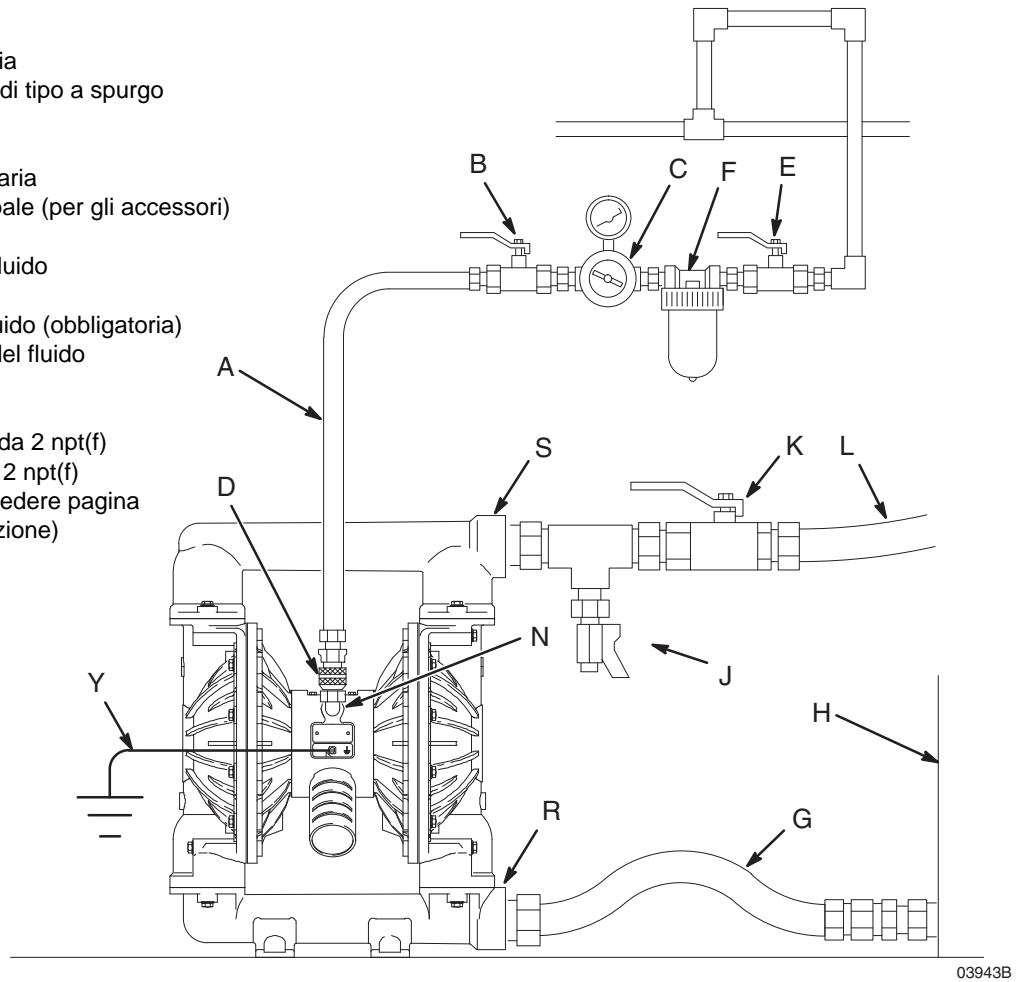

FIG. 2
Il sistema necessita di una valvola di sfiato principale del tipo a spurgo (B) per eliminare l'aria rimasta intrappolata tra la valvola stessa e la pompa. Senza questo accorgimento l'aria intrappolata può avviare accidentalmente la pompa, causando gravi lesioni fisiche, comprese quelle derivanti da spruzzi negli occhi o sulla pelle esposta o contaminazione da fluidi pericolosi. Consultare FIG. 2.
1. Installare gli accessori della linea dell'aria come illustrato nella FIG. 2. Montare questi accessori sulla parete o su una staffa. Assicurarsi che la linea aria che rifornisce gli accessori sia collegata a terra.
- a. Installare un regolatore d'aria (C) e un manometro per controllare la pressione del fluido. La pressione del fluido in uscita sarà uguale all'impostazione del regolatore dell'aria.
- b. Individuare una valvola dell'aria principale del tipo a spurgo (B) vicino alla pompa e utilizzarla per rilasciare l'aria bloccata. Vedere la sezione **AVVERTENZA** precedente. Individuare l'altra valvola di spurgo principale (E) a monte di tutti gli accessori della condotta d'aria ed utilizzarla per isolarle durante la pulizia e la riparazione.
- c. Il filtro della linea aria (F) elimina la sporcizia e l'umidità dell'aria compressa alimentata.
2. Installare un tubo flessibile dell'aria collegato a terra (A) tra gli accessori e l'ingresso aria della pompa da 1/2 npt(f) (N). Vedere la Fig. 2. Utilizzare un tubo aria di almeno 13 mm (1/2") di diametro interno. Avvitare un accoppiatore a scollegamento rapido (D) della linea aria a un'estremità del flessibile dell'aria (A) e avvitare con precisione il raccordo di accoppiamento alla presa d'aria della pompa. Non collegare l'accoppiatore (D) al raccordo fin quando non si è pronti per utilizzare la pompa.
Una valvola di drenaggio del fluido (J) è necessaria per diminuire la pressione nel flessibile se è stato collegato. La valvola di sfogo riduce il rischio di lesioni gravi, inclusi spruzzi di fluido o di solvente negli occhi o sulla pelle, oppure di scariche statiche quando si fa scaricare la pressione. Installare la valvola vicino allo sbocco del fluido dalla pompa. Consultare FIG. 2.
1. **Utilizzare tubi del fluido collegati a terra (L).**
4. Posizionare la parte terminale del tubo del fluido (L) in un contenitore appropriato.
5. Chiudere la valvola di drenaggio del fluido (J). Consultare FIG. 2.
6. Con il regolatore dell'aria della pompa chiuso (C), aprire tutte le valvole di sfianto principali del tipo a spurgo (B, E).
8. Aprire lentamente il regolatore dell'aria (C) fin quando la pompa non inizia a girare. Consentire alla pompa di funzionare lentamente fin quando tutta l'aria non è uscita dalle linee e la pompa non è adescata.